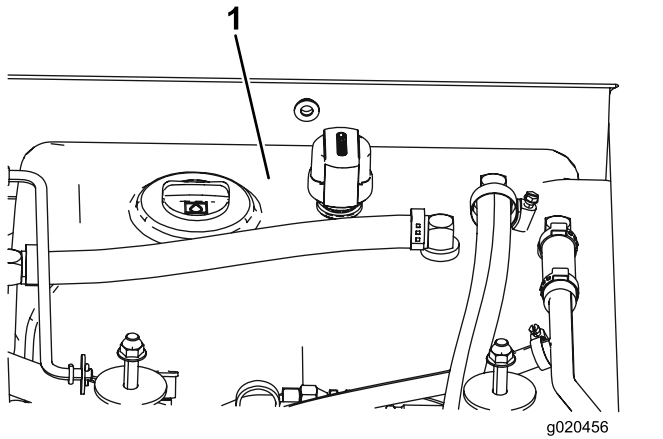

Bild 102
- Füllen Sie den Hydraulikbehälter (Bild 102) mit Hydrauliköl, siehe Wechseln des Hydrauliköls (Seite 74).